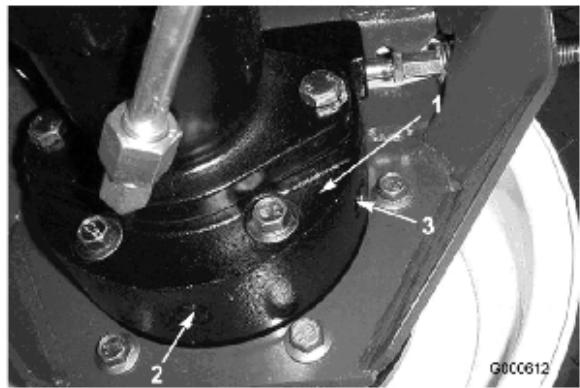

図 43
3. ホイールの反対側のブレーキ・ハウジング(図43)の下にも容器を置く。